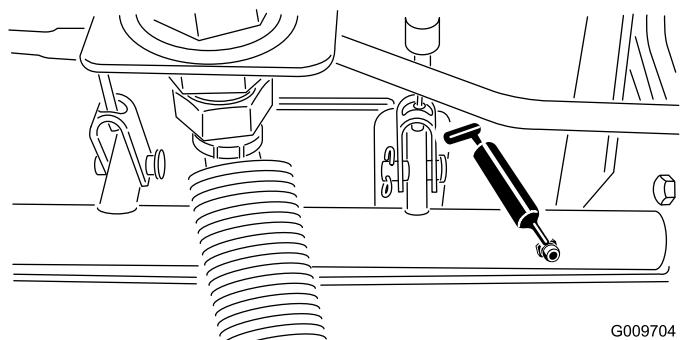

Bild 47
- Bremsstangen-Drehlager (5) (Bild 47)